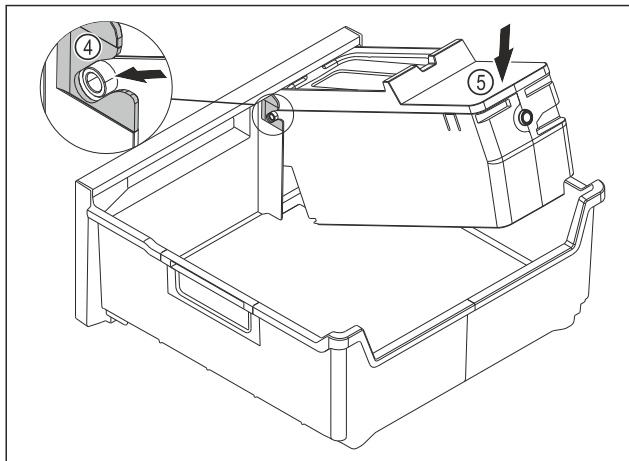

Fig. 116
- ▶ EasyTwist-Ice-corpus monteren: Assen van de EasyTwist-Ice-corpus in de geleidingen Fig. 116 (4) schuiven.
- ▶ EasyTwist-Ice-corpus Fig. 116 (5) achter omlaag drukken.